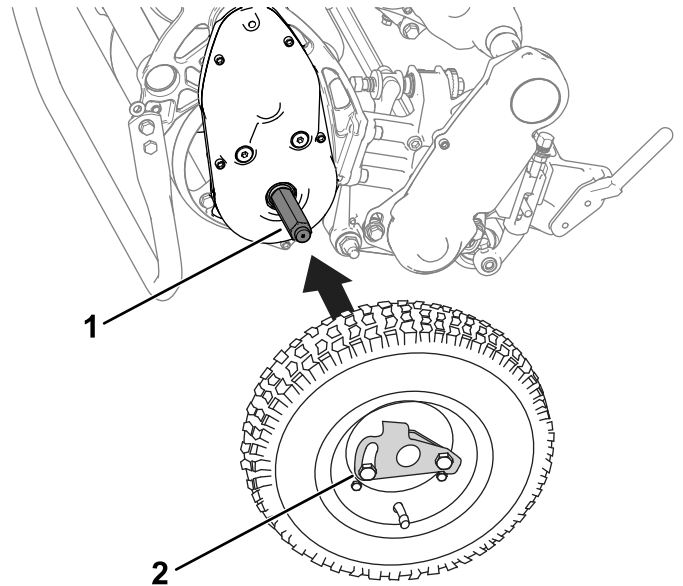

Figure 25
2. Glissez une roue sur un arbre (Figure 25).
3. Faites pivoter le clip de verrouillage (Figure 25) pour l'éloigner du centre de la roue et lui permettre ainsi de coulisser plus avant sur l'arbre.